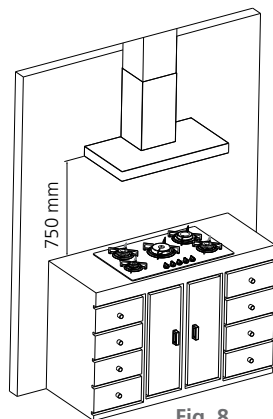

Fig. 8
Prever no tampo onde o cooktop será instalado uma abertura com as dimensões indicadas na figura 7, assegurando-se que sejam respeitadas as dimensões mínimas do espaço no qual o aparelho deve ser instalado (fig. 8).
- Considerar 750 mm como distância mínima, em relação aos queimadores, para um móvel suspenso (fig. 8).